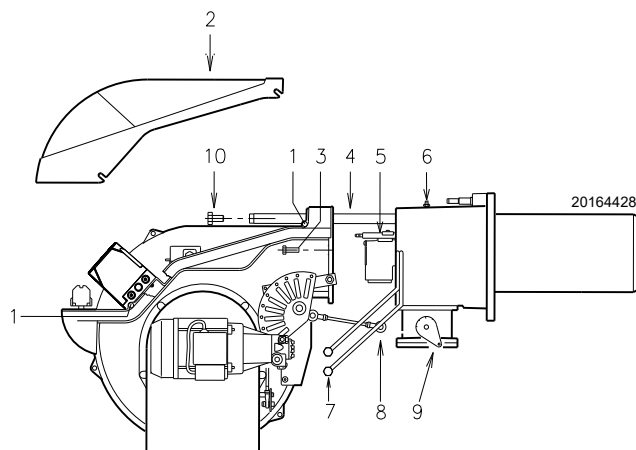

Fig. 45
- Aflojar los tornillos 1)(Fig. 45) y quitar la tapa 2)(Fig. 45)
- Desconectar los tubos del gasóleo 7)(Fig. 45).
- Desenganchar la rótula 8)(Fig. 45) del sector graduado 9)(Fig. 45).
- Quitar los tornillos 10)(Fig. 45) de las dos guías 4)(Fig. 45).
- Montar los dos alargadores en las guías 4)(Fig. 45).
- Volver a montar los tornillos 10)(Fig. 45) en los alargadores.
- Quitar los tornillos 3)(Fig. 45) y hacer retroceder el quemador unos 100 mm sobre las guías 4)(Fig. 45).
Ahora es posible extraer la parte interna 5)(Fig. 45), después de haber retirado el tornillo 6)(Fig. 45).
- Volver a colocar los tornillos 3)(Fig. 45) y tirar suavemente hacia afuera los cables de sonda y electrodo, hasta tensarlos ligeramente.
- Volver a enganchar la rótula 8)(Fig. 45) en el sector graduado 9)(Fig. 45).
- Volver a conectar los tubos del gasóleo 7)(Fig. 45).
- Desmontar los dos alargadores de las guías 4)(Fig. 45) y volver a colocarlos en la posición original.